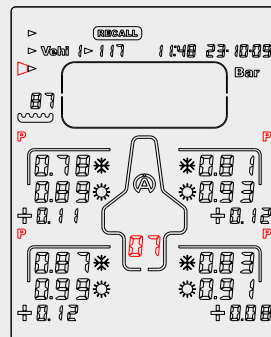

Figura 10
4) Con il tasto  o , selezionate il « **QUADRO** » (figura 10)
Sull'esempio « Figura 10 » Tyrecontrol mostra per il veicolo 1, la prima parte di dati dell'ultimo « Set » registrato, cioè le pressioni dei pneumatici prima  e dopo  l'uscita + gli scarti.